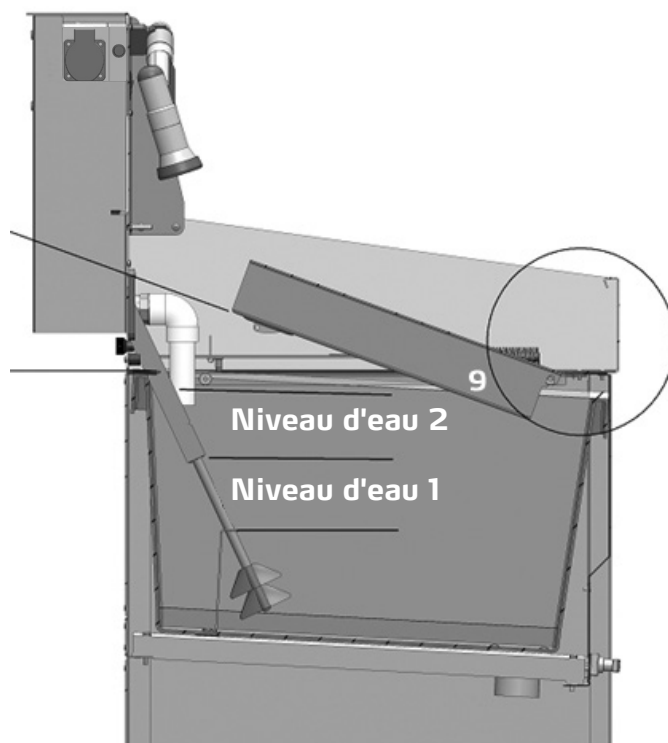

Fig. 4
- Nettoyage des rouleaux dans le bac de pré-lavage de rouleaux (fourniture avec le kit ColorFree top) (9) fig. 4
Avant que l'eau de lavage ne puisse être épurée par la suite du processus, un niveau d'eau minimum doit être atteint (niveau d'eau 1), fig. 4.
Se reporter à la figure 4. Le bac est accroché par les crochets de fixation (9) en l'inclinant légèrement d'environ 20° aux tourillons de réception.